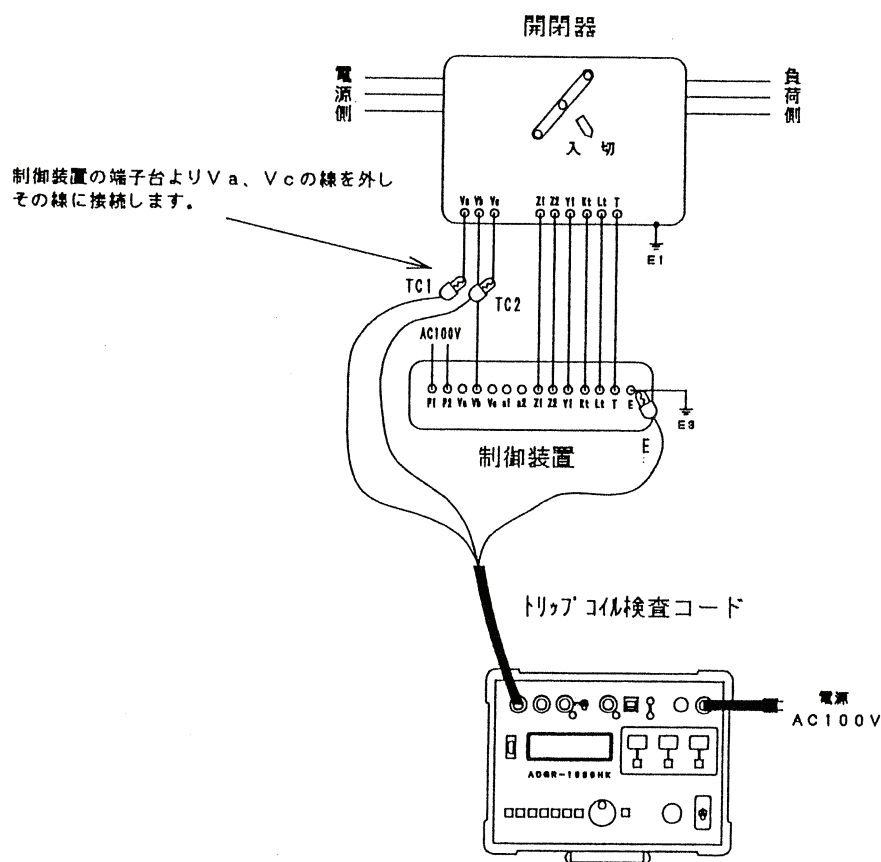

図8：試験回路図—トリップコイルの絶縁、抵抗測定
3. 以上のような点を注意し、試験回路を構成します。(図8)